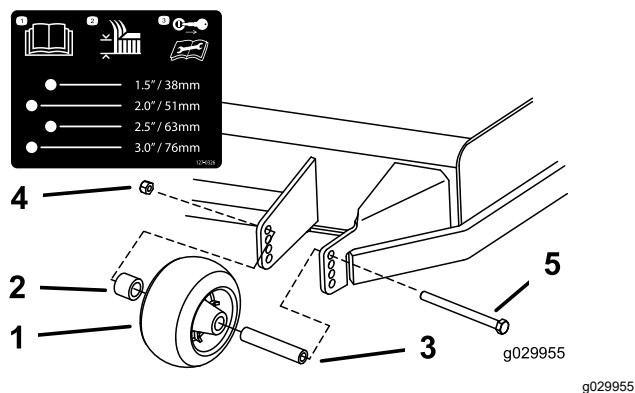
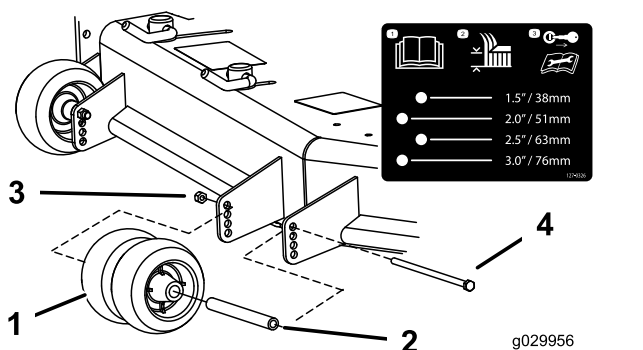
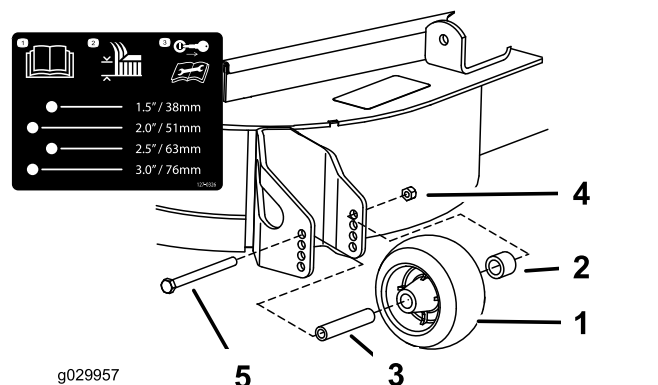

Figure 34
Figure 35
Figure 36
3. Réglez les galets anti-scalp comme montré à la Figure 34, la Figure 35 et la Figure 36.